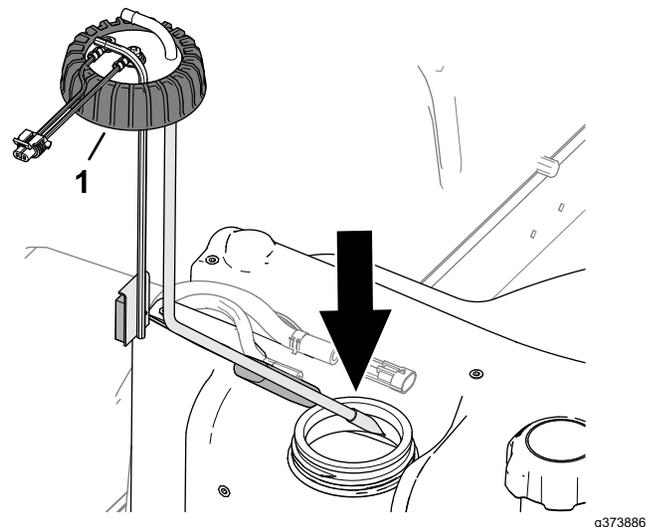

Рисунок 128
2. Осторожно установите топливозаборную трубу и поплавок в топливный бак (Рисунок 128).